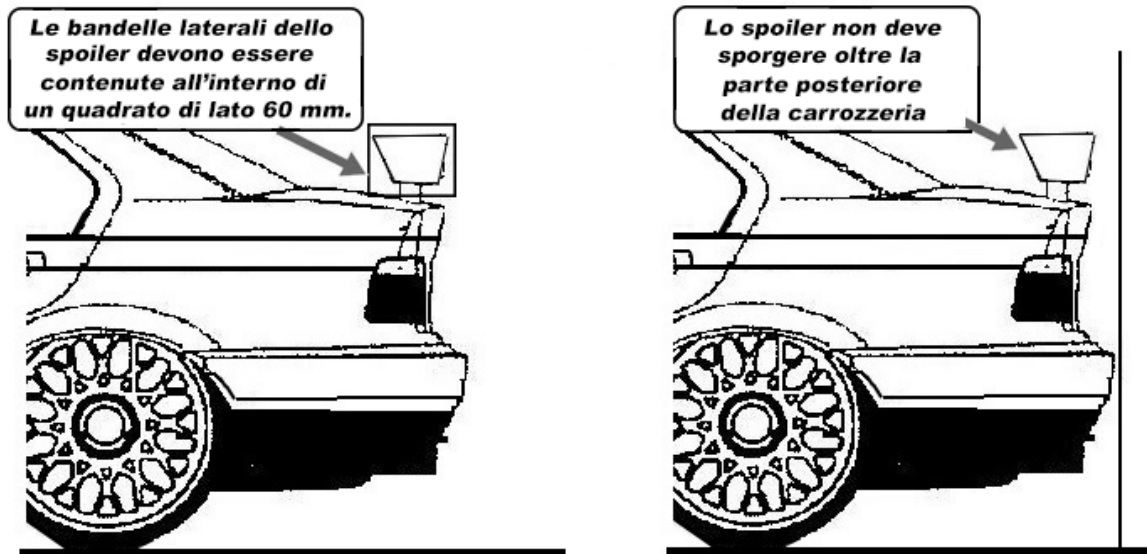

Figura 20 : Caratteristiche geometriche spoiler posteriore
9.1.21 L'ala deve poter essere contenuta, vista lateralmente, in un quadrato da 60 mm. x 60 mm. di lati, vedi **Figura 20 sottostante a questo articolo** e non deve sporgere dalla parte posteriore del modello.